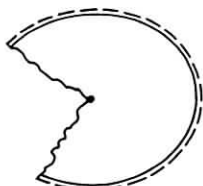
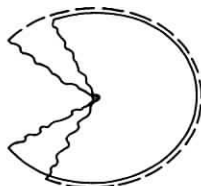
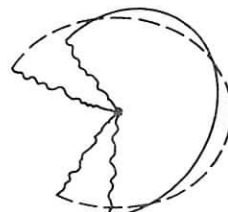

Fig.11a
Fig.11b
Fig.11c
- Si la figure 11b apparaît, régler U656 à l'aide de la clé 15 jusqu'à ce que la figure 11a soit obtenue.
- Si la figure 11c apparaît, régler d'abord R25 de U660 à l'aide de la clé 10 jusqu'à ce que la figure 11b apparaisse, régler ensuite avec la clé 15 U656 jusqu'à obtenir la figure 11a. Enlever les connexions effectuées.
- Erhält man Fig. 11b, ist U656 mit Trimm-schlüssel 15 so abzugleichen, dass Fig. 11a entsteht.
- Erhält man Fig. 11c, ist R25 von U660 mit Trimm-schlüssel 10 so abzugleichen, dass Fig. 11b ent-steht und alsdann U656 mit Trimm-schlüssel 15 abgleichen, dass Fig. 11a entsteht.